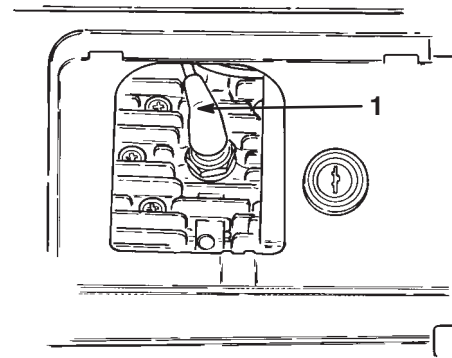

Figure 16
5. Débranchez la bougie (Fig. 16).